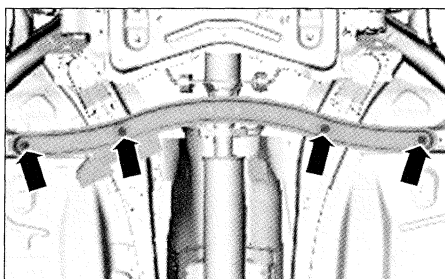

FIG. 43
- el refuerzo de suelo (fig. 43).
- apretar las fijaciones de refuerzo de suelo a 3 daNm (fig. 43).